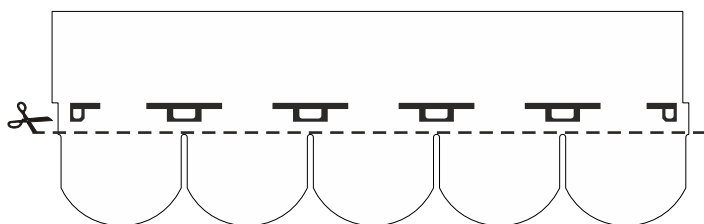
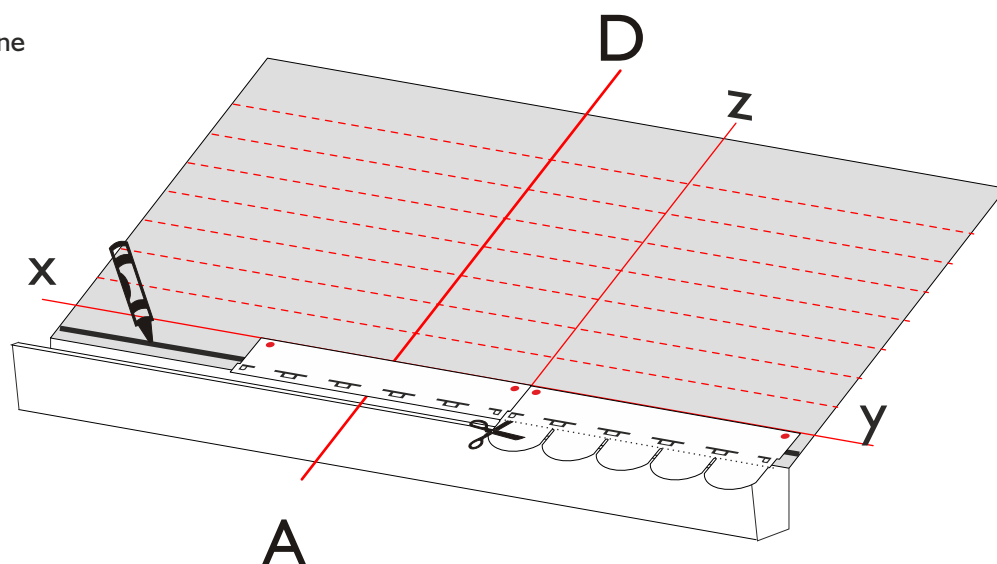

Fig. 2 - Taglio delle faldine
Fig. 3 - Posa della fila di partenza
- Applicare sulla linea di gronda un cordolo di adesivo bituminoso “bitustick” (fig.3) e le tegole dopo averne tagliato le faldine (fig.2). Per posare correttamente la fila di partenza allineare la tegola alla linea di riferimento z (vedi fig. 3).